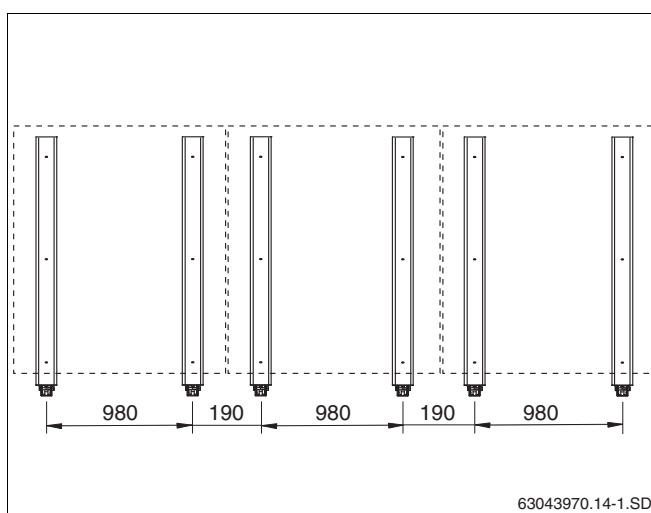

Fig. 25 Udførelse til maksimal belastning, 3 lodrette solfangere
5.2.2 Udførelse til maksimal belastning (tilbehør, fig. 25)